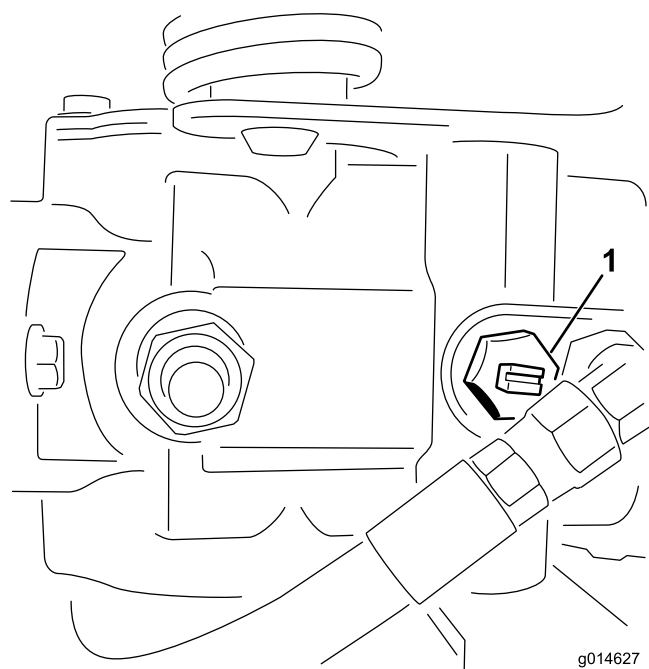

Figure 41
1. Trouvez la vanne de dérivation sur la pompe jusqu'à ce que la fente soit verticale (Figure 41).
2. Avant de mettre le moteur en marche, fermez la vanne de dérivation (fente horizontale) (Figure 41). Ne mettez pas le moteur en marche quand la vanne est ouverte.